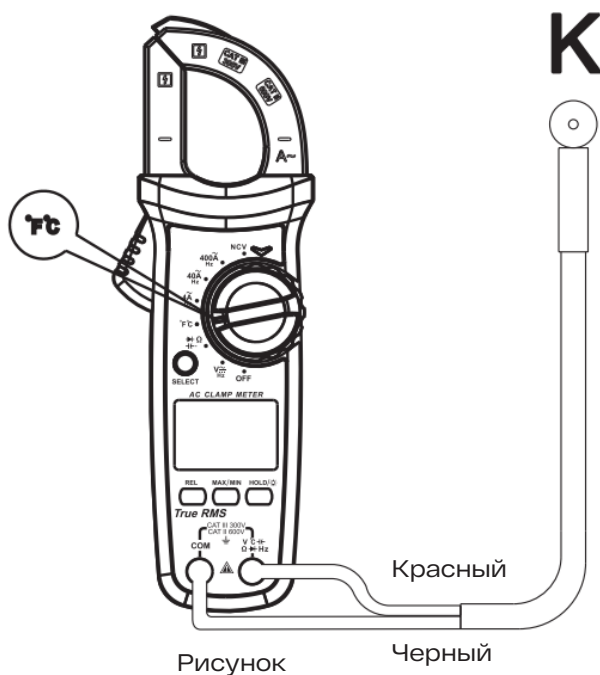

Рис. 5
7. Измерение температуры (только 01-05-12) (рис. 5)